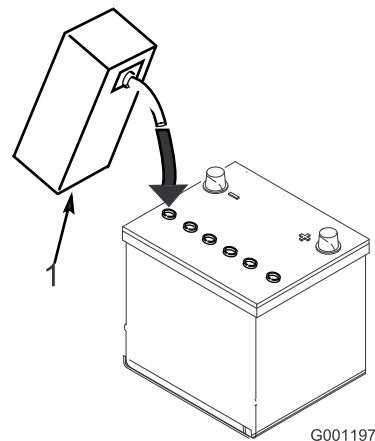

図 6
3. 各セルに慎重に電解液を満たす。電極板が6mm程度水没するぐらいが適当 (図 6)。
4. 電極板が液を吸収するまで20～30分間程度待つ。必要に応じて、電極板が6 mm程度水没するぐらいに電解液を補充する(図 6)。